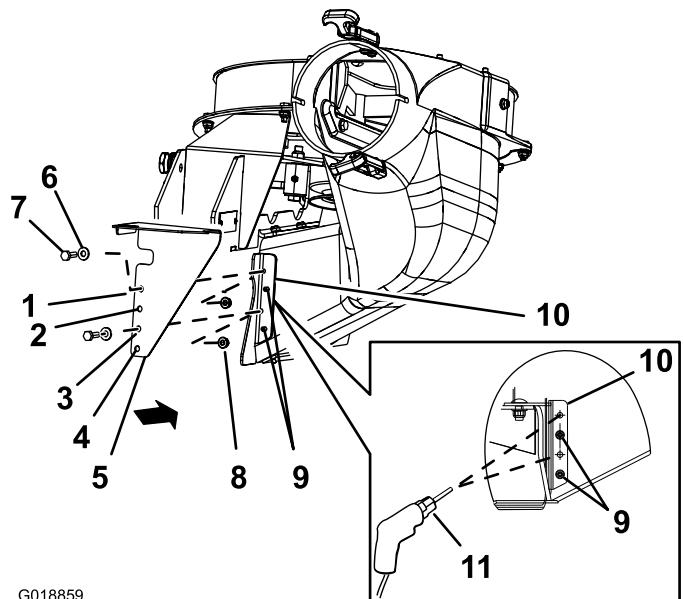

図 10
1. 図 10のように、CE 下部ガードを、プロア・シート・ブラケットに合わせる。
2. CE 下部ガードの 2 番目と 4 番目の穴を、プロア・シート・ブラケットから突き出ているリベットの足に合わせる(図 10)。
3. この状態で、CE 下部ガードの第1の穴と第3の穴の位置を、プロア・シート・ブラケット上にマークして、CE ガードを外す(図 10)。
5. ポンチを打った位置 2ヶ所に、それぞれ直径 7 mmの穴を開ける(図 10)。
1. CE 下部ガードを、プロア・シート・ブラケットに合わせる(図 10)。
- CE下部ガードを、プロアに取り付ける；CEガードの第1の穴と第4の穴にそれぞれ、六角ヘッドボルト（ $1/4 \times 3/4$  インチ）、ワッシャ、ロックナット（ $1/4$  インチ）を使用して固定する（図 10）。